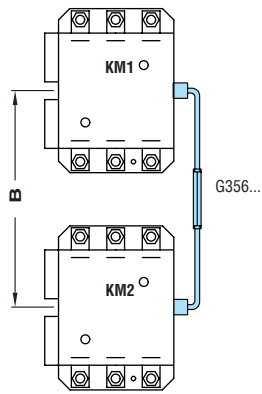

Fig. 2
**INTERASSE B [mm] - Per contattori senza protezione dei terminali (Fig. 2)**